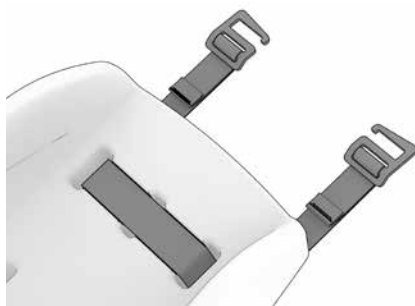

Fig. 13
Enfilez les sangles de fixation (9) dans la coque bébé, puis installez-y un G-Hook gauche et droit (5) et (6) (fig. 13).